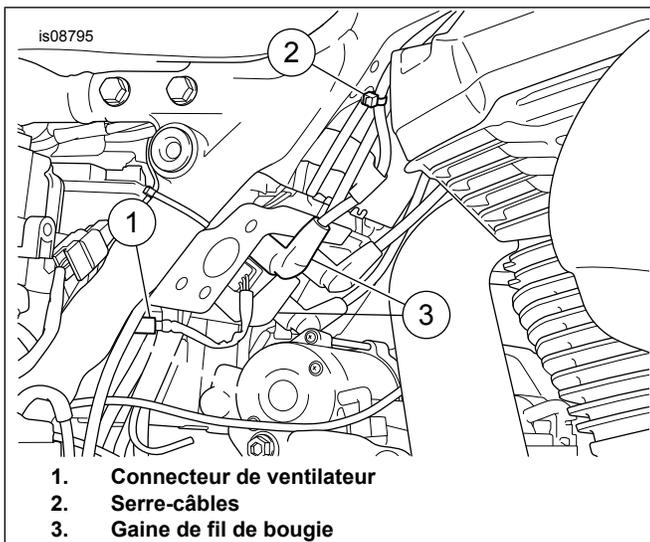

Figure 1. Connecteur de ventilateur
7. Voir Figure 1 . Localiser le connecteur du ventilateur (1) et le débrancher.
Voir Figure 1 . Repositionner les gaines de fils de bougie droite.